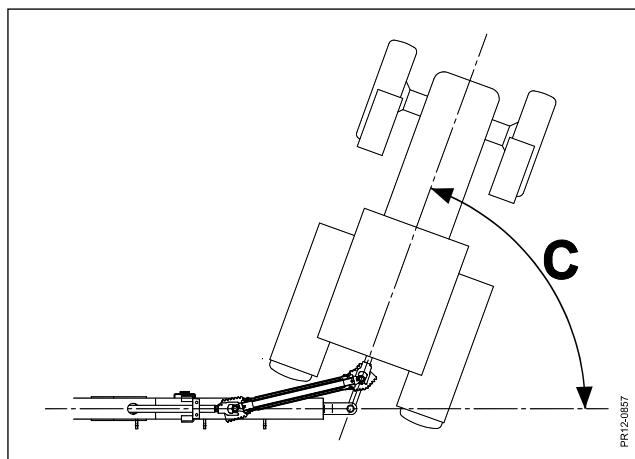

Fig. 3-14
**Fig. 3-14** Kontroller den maksimale drejevinkel "C". Pga. KO-akslens placering begrænses drejevinklen "C" af at KO-akslen ikke må trykkes mere sammen, end de foreskrevne 30 mm fra blok.